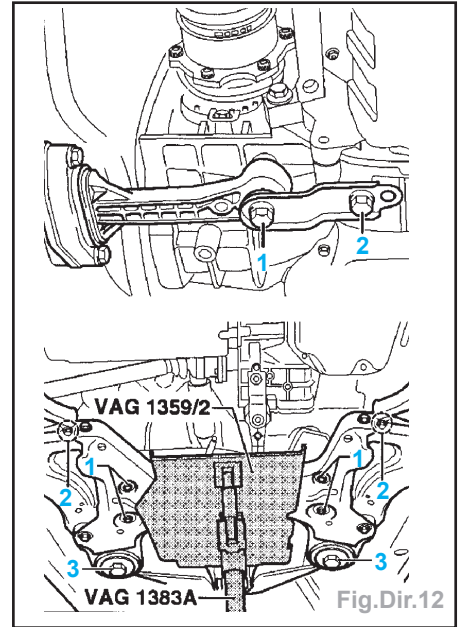

Fig.Dir.12
- Dévisser les vis (1) et (2) (Fig.Dir.12).